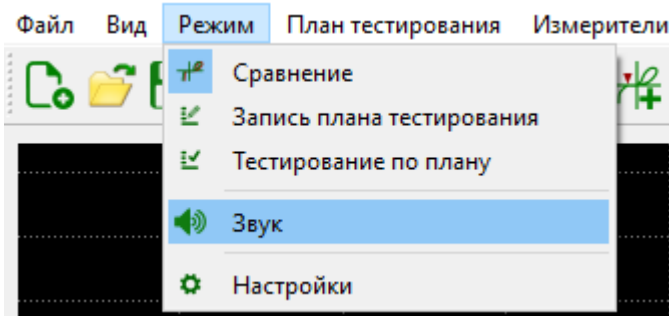

Рисунок 11. Элемент интерфейса включения звукового сигнала
- Если степень различия измеренных ВАХ превышает заданный порог сравнения, то издается звуковой сигнал. По умолчанию звуковой сигнал отключен, но при необходимости его можно включить в меню "Режим" -> "Звук" (рисунок 11).